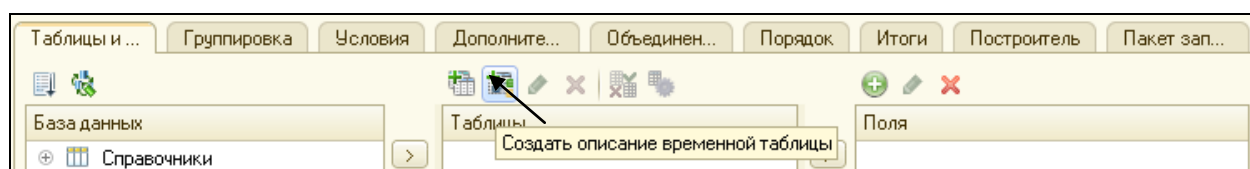

Рисунок 5.8 Создание описания временной таблицы
12. Создать описание временной таблицы, в которую, в дальнейшем, будут помещаться данные. В окне **Конструктор запроса**, в области **Таблицы** нажать на кнопку **Создать описание временной таблицы** (рис. 5.8.).